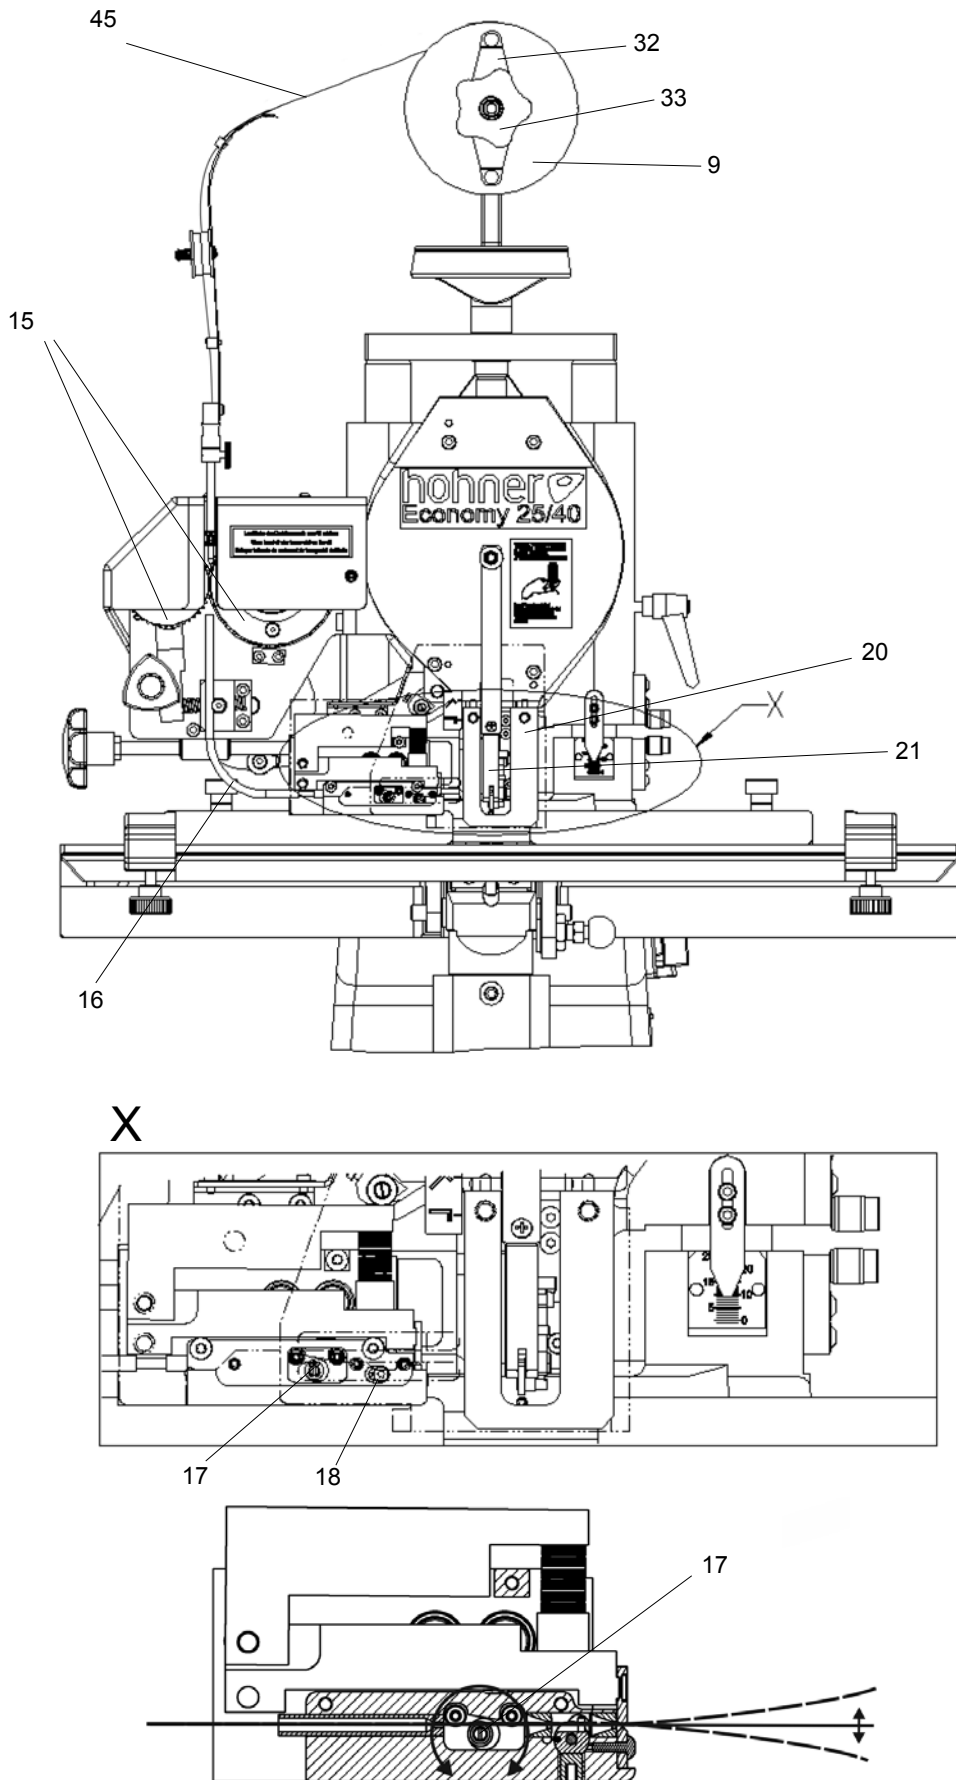
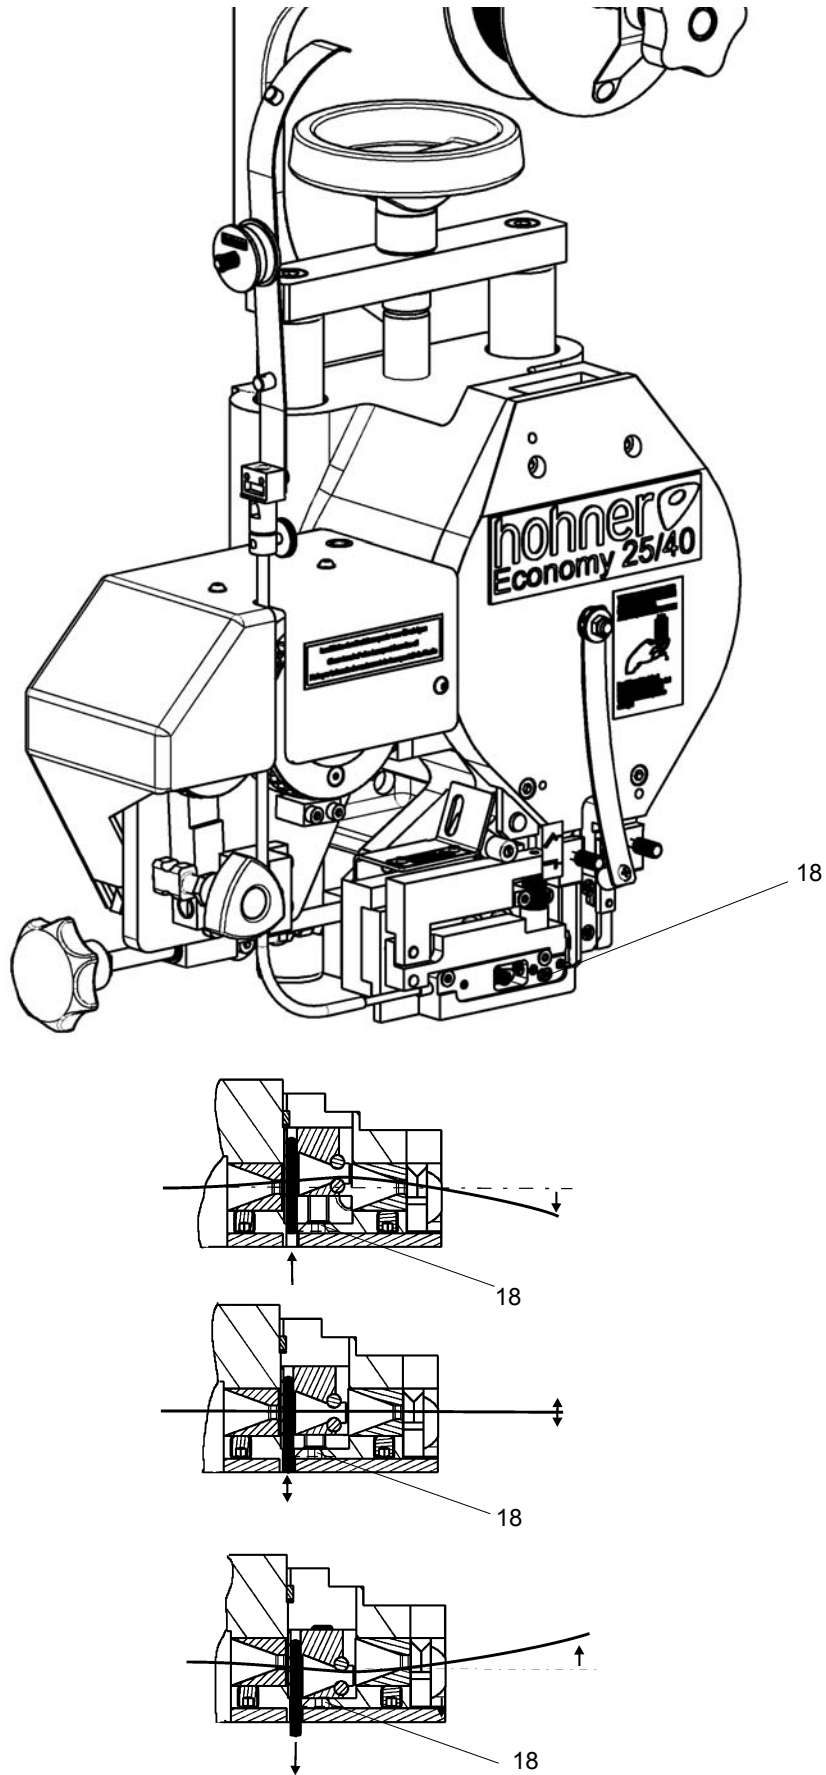

Abb. 4.2
Abb. 4.3
Bei Drahtstau am Drahttrichtexzenter -17- (siehe - Abb. 4.2 -) den Heftdraht entfernen und den Vorgang wiederholen.
- Abb. 4.2 -, - Abb. 4.3 -